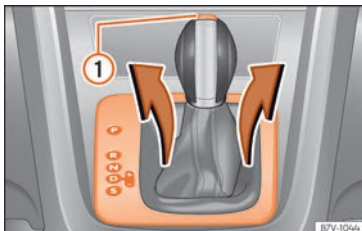

Abb. 241 Abdeckung der Schaltkulisse abbauen.
- Elektronische Parkbremse einschalten (P) » » ⚠.
- Abdeckung im Bereich der Wählhebelmanschette nach oben ziehen » » **Abb. 241**.
- Sperrtaste » » **Abb. 241** (1) am Hebelgriff drücken und Hebel in Stellung **N** bringen.